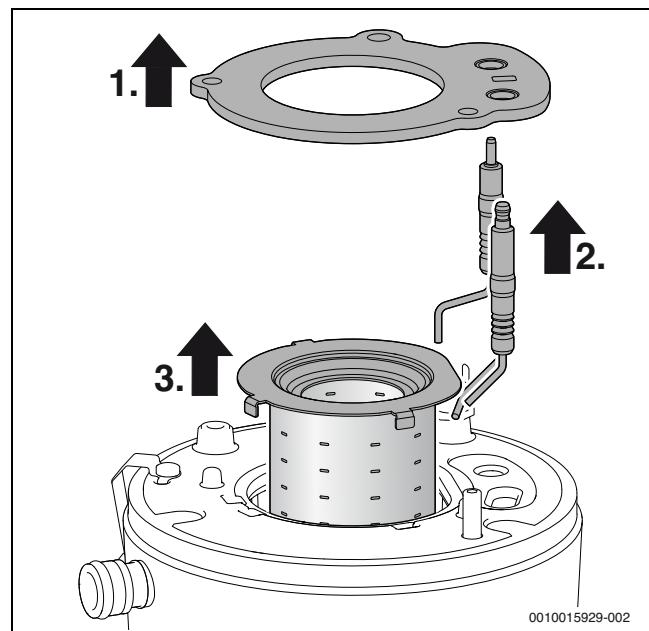

Fig. 51 Scoaterea arzătorului
- ▶ De fiecare dată când deschideți arzătorul, înlocuiți garnitura arzătorului (→ fig. 51, poz. [1]) și toate garniturile de etanșare deteriorate ca urmare a acestei măsuri. (Durata de viață maximă a garniturii arzătorului: 7,5 ani)